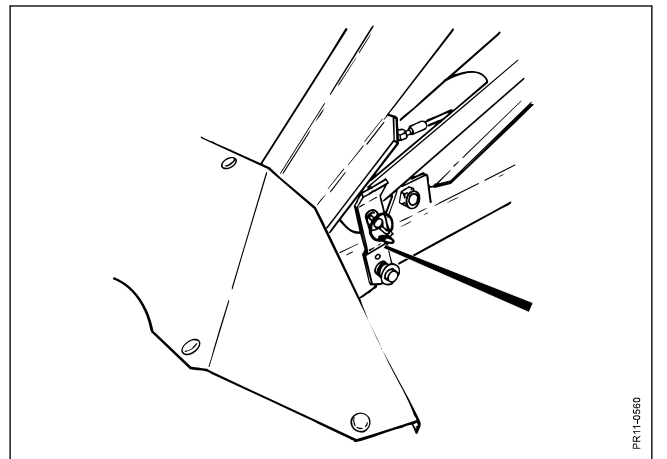

Fig. 2-7
- Fig. 2-7:** Före transport av maskinen, frigörs det fjäderpåverkade transportlåset från hållstiftet och vrids därefter 90° uppåt, över tappen där det låses med sprinten genom hålet.
VIKTIGT: Låset skall alltid vara i den position som visas på fig. 2-7, vid transport av maskinen.